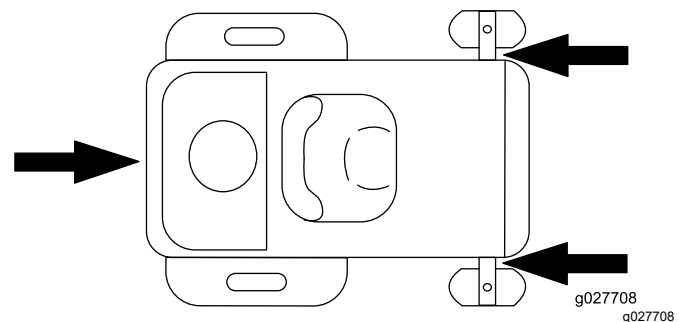

Figura 40
- Sujete la máquina firmemente al remolque o al camión con cadenas, correas, cables o cuerdas. Utilice únicamente los cuatro lugares designados de amarre en el cortacésped: 2 a la izquierda y 2 a la derecha (Figura 40). Utilice estos lugares incluso al transportar el cortacésped con un accesorio conectado. El uso de lugares no designados para este fin pueden producir daños en el cortacésped y/o en el accesorio.